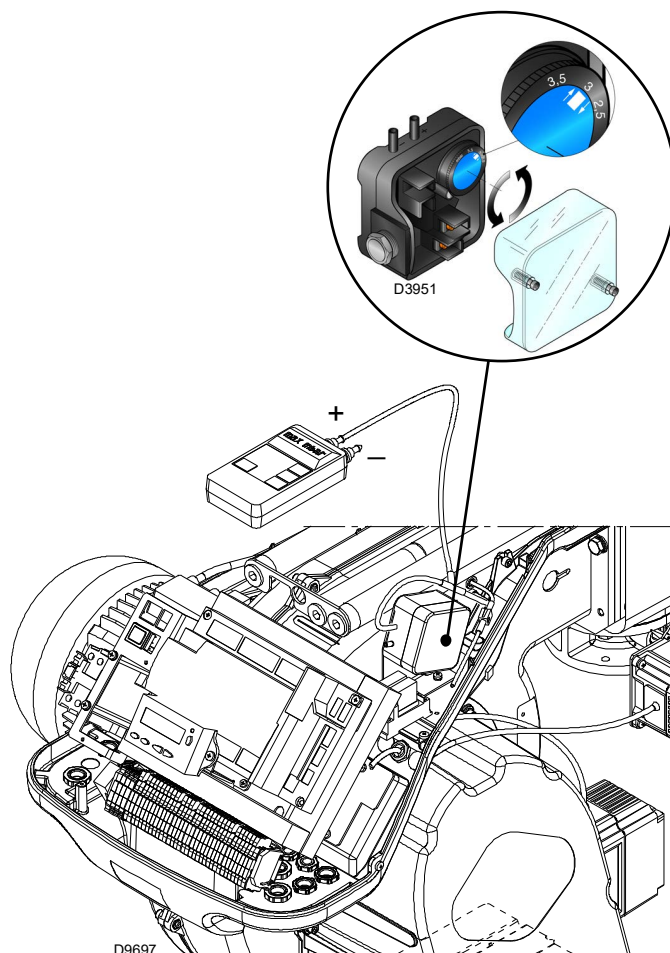

Fig. 29
- Regular el presostato de aire (Fig. 29 a pág. 33) en el inicio de la escala.
Regular el presostato de aire (Fig. 29) después de haber efectuado todas las demás regulaciones del quemador, con el presostato de aire ajustado al inicio de la escala.
La conexión del manómetro se muestra en la Fig. 29. La configuración estándar es la del presostato aire conectado en forma absoluta. Nótese la presencia de una conexión en "T" no suministrada.
En este caso también el manómetro se debe conectar en forma diferencial, como se muestra en la Fig. 29.